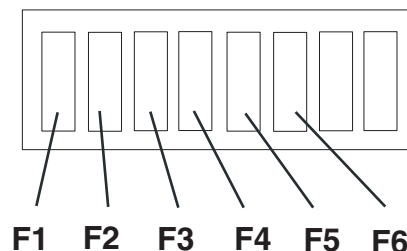

Figure 18
5. Enlever le couvercle de la boîte à fusibles (46).
6. Contrôler / remplacer le fusible concerné parmi les suivants (Fig. 18) :